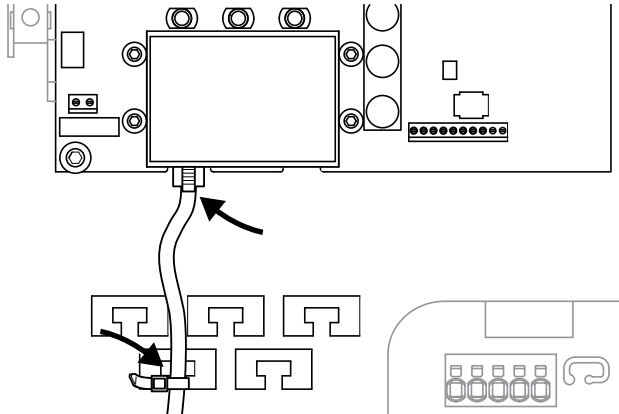

Fig. 35: Fissare il cavo sull'apposito alloggiamento
1. Fissare tutti i cavi nell'alloggiamento con un'apposita fascetta.  **Fig. 35**